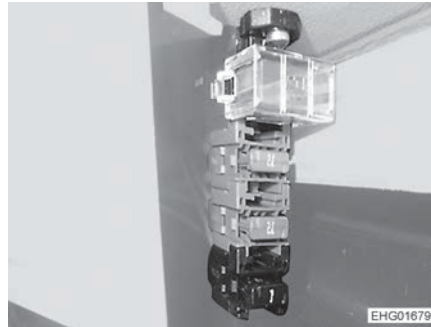

Bild 170 Sicherungshalter bei Rechtslenker (Ford)
- Sicherung am Sicherungshalter (Bild 170) wechseln.